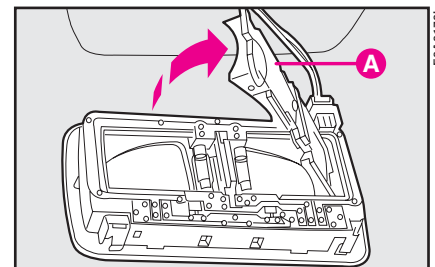

рис. 38
2) Откройте блок **А** (**рис. 38**).